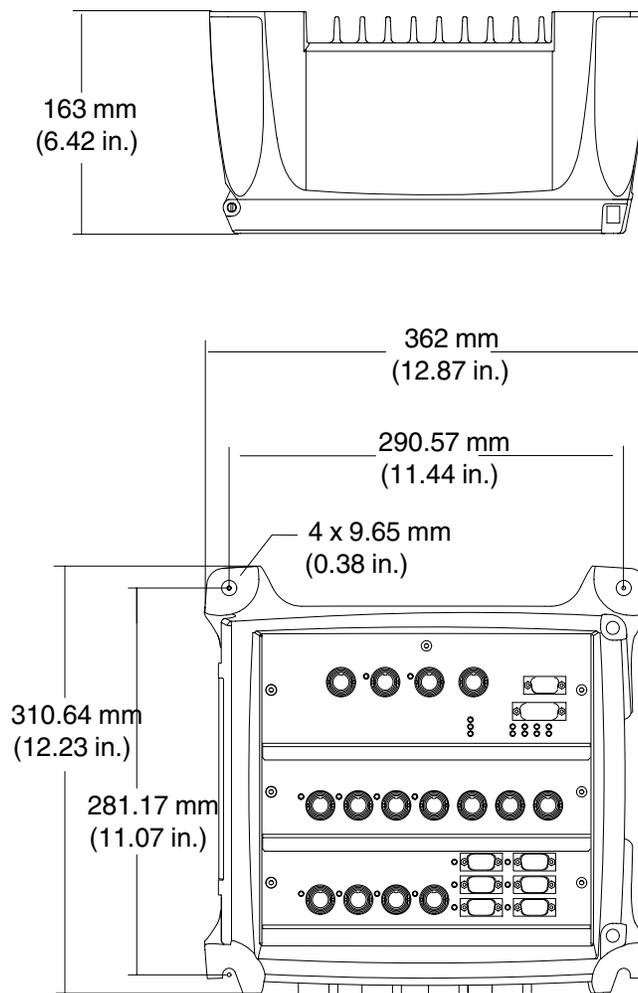

Figura 27 Dimensões do módulo de controlo
1. Fure quatro furos na parede ou no poste. Consulte as dimensões na figura 27.